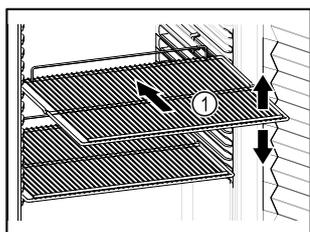

Fig. 20 Representación a modo de ejemplo
- Si los estantes de rejilla Fig. 20 (1) se pueden colocar en distintas posiciones, ajustarlos en altura.